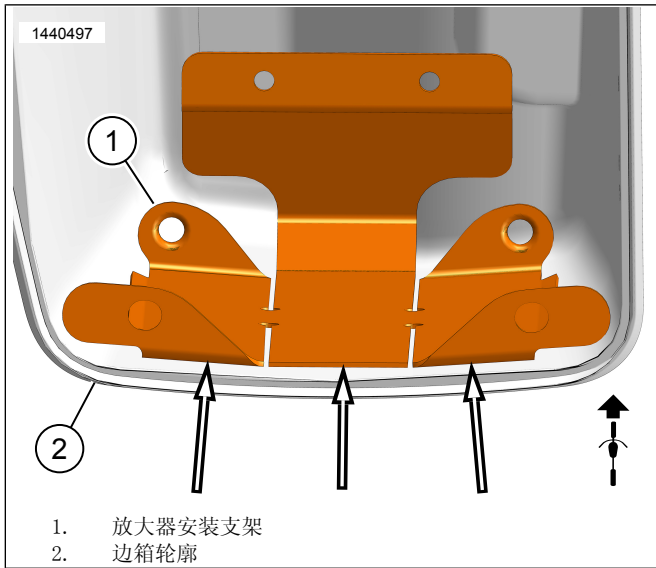

图12。边箱轮廓
- b. 参见图12。使用安装架(1)中的狭缝进行弯曲并使其适合边箱轮廓(2)而不摇动。这将确保更好的接触和胶带的粘附。此时不要剥落胶带。